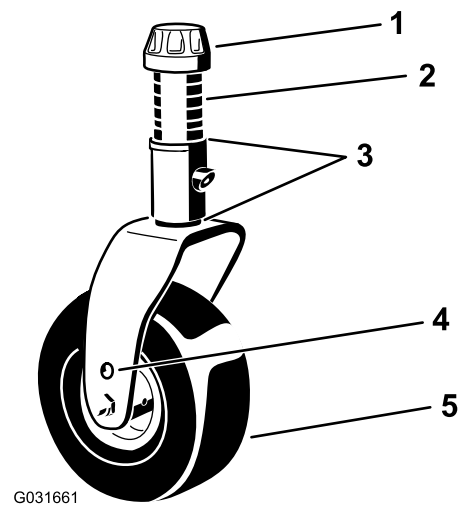
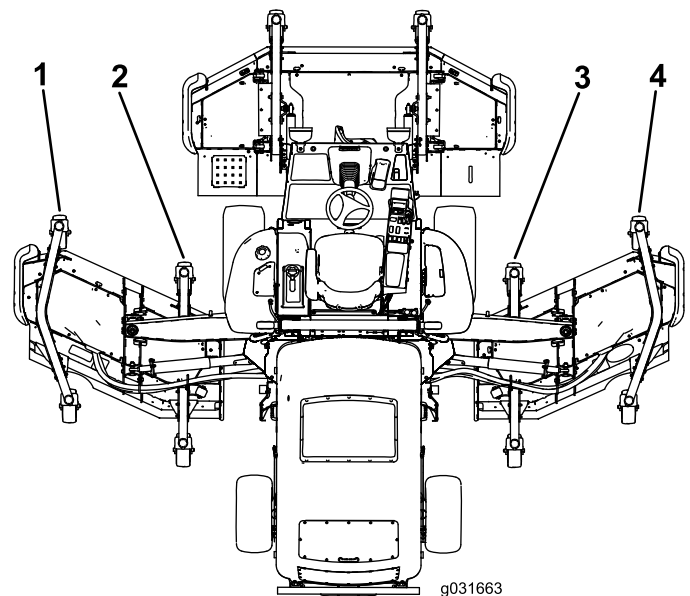

図 31
図 32
5. 前刈り込みデッキの外側ブレードの刈高に比べて左右刈り込みデッキの内側ブレードの刈高が高すぎる場合には、その左右カッティングユニットの前内側キャストアームの下側についているシム3mmを1枚抜き取る **図 31** と **図 32**。
6. 内側ブレードの刈高がまだ高すぎる場合には、その左右刈り込みデッキの前内側キャストアームの下側についているシムをもう一枚抜き取り、さらにその刈り込みデッキの前外側キャストアームの下側についているシムを1枚抜き取る **図 31** および **図 32**。
7. 前刈り込みデッキの外側ブレードの刈高に比べて左右刈り込みデッキの内側ブレードの刈高が低すぎる場合には、その左右カッティングユニットの前内側キャストアームの下側にシムを1枚追加する **図 31** と **図 32**。